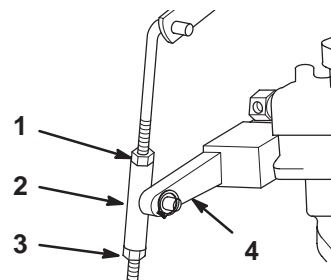

Figure 52
4. Desserrez les écrous de blocage supérieur et inférieur au niveau du manchon de réglage du point mort du bras de pompe (Fig. 52).
5. Poussez le bras de pompe vers le bas jusqu'à ce que le manchon touche l'écrou inférieur (Fig. 52). La roue doit alors tourner lentement en sens inverse.
6. Tournez l'écrou inférieur lentement, en remontant le manchon et le bras de pompe jusqu'à ce que la roue arrête de tourner (Fig. 52).
7. Vissez l'écrou supérieur contre le manchon et serrez-le pour bloquer le réglage (Fig. 52).